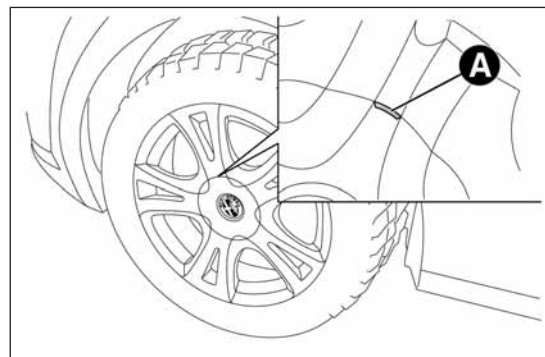

fig. 118
□ **per versioni con cerchi in lega:** scuoti la vettura per facilitare il distacco del cerchio dal mozzo della ruota. Alcune versioni possono essere dotate di cerchi in lega con coppa coprimozzo (fig. 118). Per rimuovere la coppa inserisci il cacciavite nelle sedi A in modo da rendere accessibili i bulloni di fissaggio. Procedi quindi alla sostituzione ruota secondo quanto precedentemente descritto;